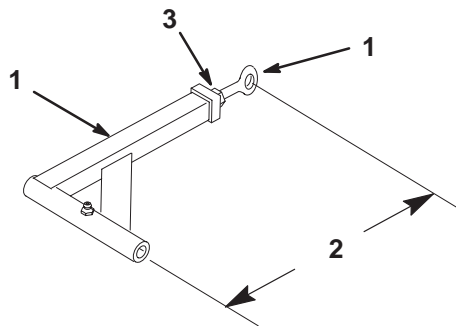

Figure 51
1. Desserrez l'écrou de blocage et tournez la rotule dans le sens anti-horaire, un tour à la fois (Fig. 51).
2. Réglez chaque côté de la même façon. La longueur nominale de chaque bras de poussé doit être de 389 mm (15-5/16") (Fig. 51).